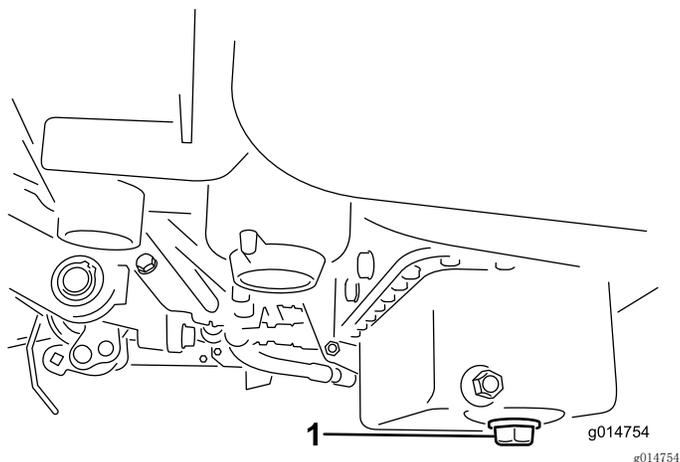

图 32
1. 拆下排油塞、让油流入放油盘。油不再流时、安装排油塞（图 32）。